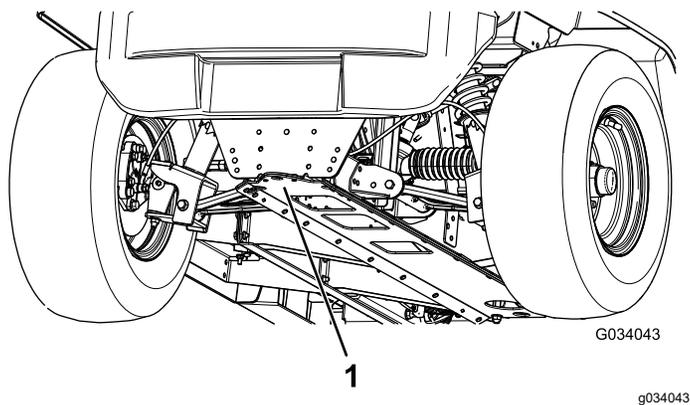

図 23
- ・ 車両前部のジャッキアップポイントは、牽引トングの後ろのフレーム前部です 図 23。